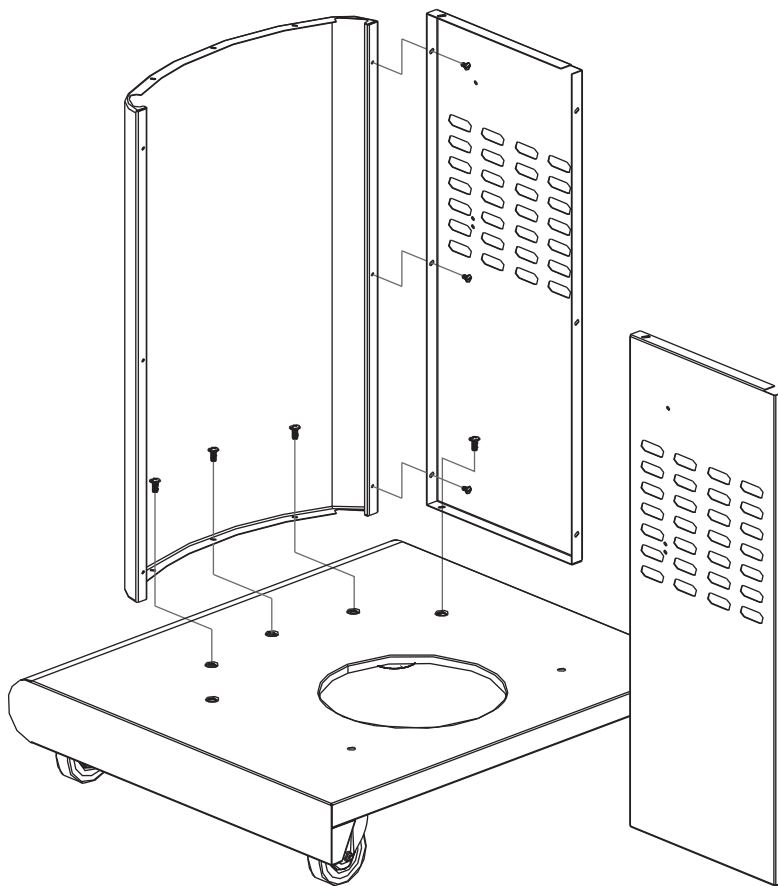

Fig. 2
1. Gire el estante inferior con el lado derecho hacia arriba como se indica en la **Fig. 2**.
2. Sujete el panel frontal con la dirección correcta marcada "UP" (arriba) al frente del estante inferior con tres (3) tornillos M5 x 10 como se indica en la **Fig. 2**.
3. Sujete el panel izquierdo (marcado "L") al panel frontal con tres (3) tornillos M4 x 10 como se indica en la **Fig. 2**. Sujete el panel izquierdo al estante inferior con un (1) tornillo M5 x 10 como se indica en la **Fig. 2**.
4. Sujete el panel derecho (marcado "R") al panel frontal con tres (3) tornillos M4 x 10. Sujete el panel derecho al estante inferior con un (1) tornillo M5 x 10 como se indica en la **Fig. 2**.